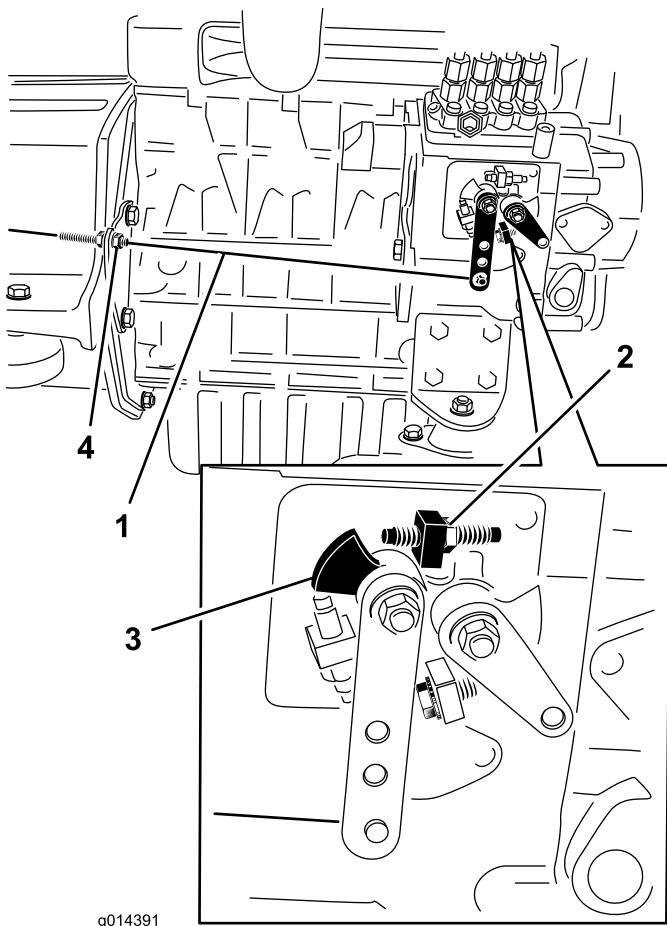

図 35
2. エンジンの燃料噴射ポンプについている速度コントロールレバーの位置を確認する。スロットルコントロール・レバーをFAST位置ディテント位置にセットした状態で、速度コントロール・レバーが高速ねじに接触していれば適正 図 35。
3. 必要であれば、スロットルコントロール・ケーブルのジャムナットの位置を調整して、スロットルコントロール・レバーをFAST位置ディテント位置にセットした時に速度コントロール・レバーが高速ねじに接触するようにする図 35。速度コントロールレバーの高速ねじは調整しないこと。